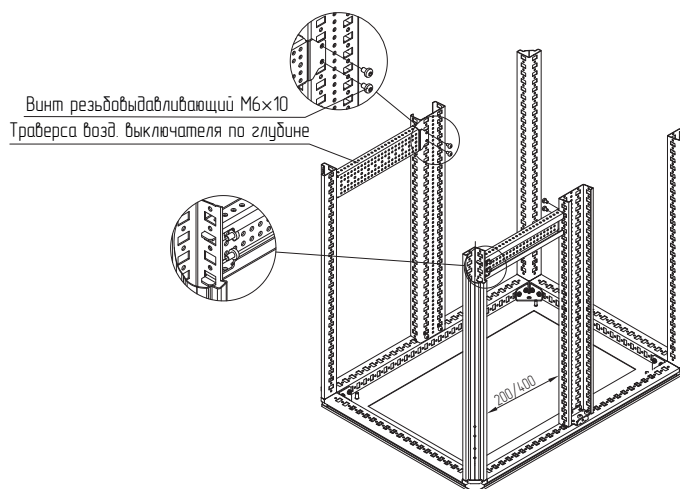

Рисунок 55
4.21.3 Закрепить траверсы воздушного выключателя по глубине между стойками каркаса и стойками дополнительными вертикальными на нужной высоте, закрепить винтами M6×10 (рисунок 55). Момент затяжки – 7 Н·м.